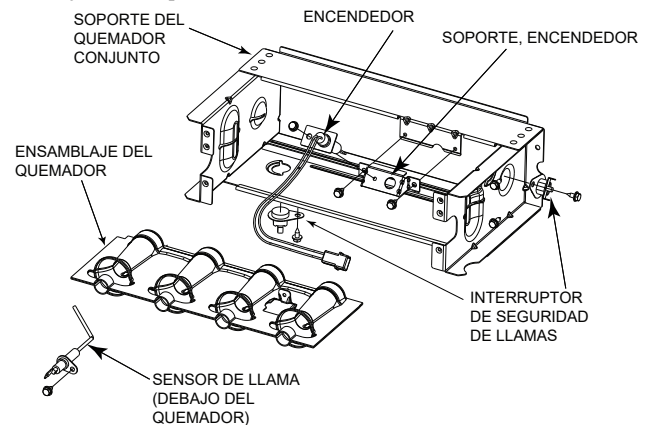

Fig. 68 – Conjunto del quemador
Consulte la Fig. 68.
8. Verifique la alineación de la ignición. Consulte Fig. 68, Fig. 69 y Fig. 70.
El encendedor **NO** necesita una inspección anual. Revise la resistencia antes de sacar la ignición. Consulte Fig. 68, Fig. 69 y Fig. 70.
- a. Con la ayuda de un destornillador de 1/4 in, quite los dos tornillos que sujetan el soporte de montaje del encendedor al conjunto del quemador; consulte la Fig. 68.
7. Vuelva a conectar el mazo de la ignición a la ignición y enderece los cables de ignición para asegurar que no se ejerza tensión sobre la ignición. Consulte la Fig. 68.